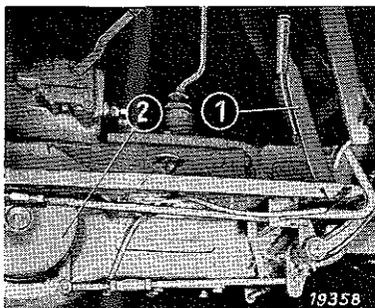

Bild 25
Die feststellbare Handbremse ① wirkt als Innenbackenbremse auf die Zwischenwelle des Getriebes ② (Bild 25).